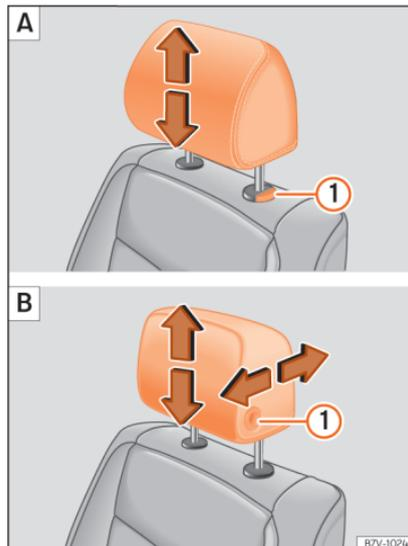
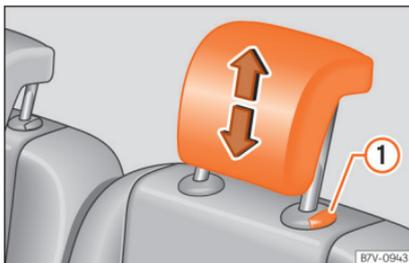

Abb. 154 A: Kopfstützeneinstellung ohne Möglichkeit der Längsverstellung, B: Kopfstützeneinstellung mit Möglichkeit der Längsverstellung, B: »
Abb. 155 Kopfstützeinstellung der zweiten der dritten Sitzreihe.
• Die Kopfstütze in Pfeilrichtung nach oben oder bei gedrückter Taste »»  in **Aus- und Einbau der Kopfstützen auf Seite 160** nach unten schieben »» **Abb. 154** oder »» **Abb. 155**
• Durch Drücken des Knopfes die Kopfstütze in Pfeilrichtung nach vorne oder nach hinten schieben »» **Abb. 154** **1 B.**